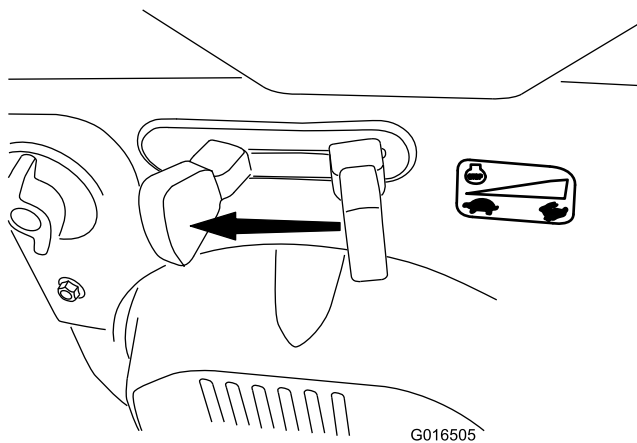

Bild 27
1. Stellen Sie die Gasbedienung auf die LANGSAM-Stellung und dann auf die STOPP-Stellung (Bild 27), um den Motor abzustellen. Sie können auch den Zündschlüssel nach außen in die mittlere Stellung ziehen, um den Motor abzuschalten.